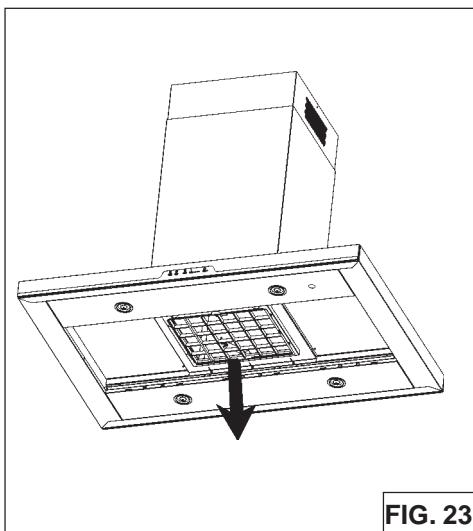

FIG. 23
1. Para quitar el filtro de CARBÓN, sujeté y empuje la pestaña del filtro hacia la parte de atrás de la campana. Estire el filtro hacia abajo para desacoplar las pestañas posteriores del filtro (Fig. 23).